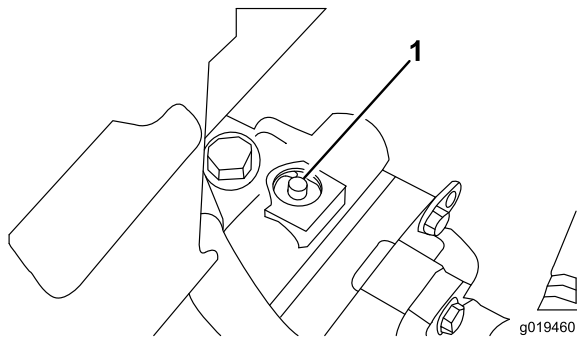

図 37
1. バイパスバルブは可変吐出ポンプ（図 37）の上部に取り付けられている。バルブを右または左に90° 回転させると内部でバイパスが形成される。これにより、トランスミッションを破損することなく、機械を押して低速で移動できるようになる。